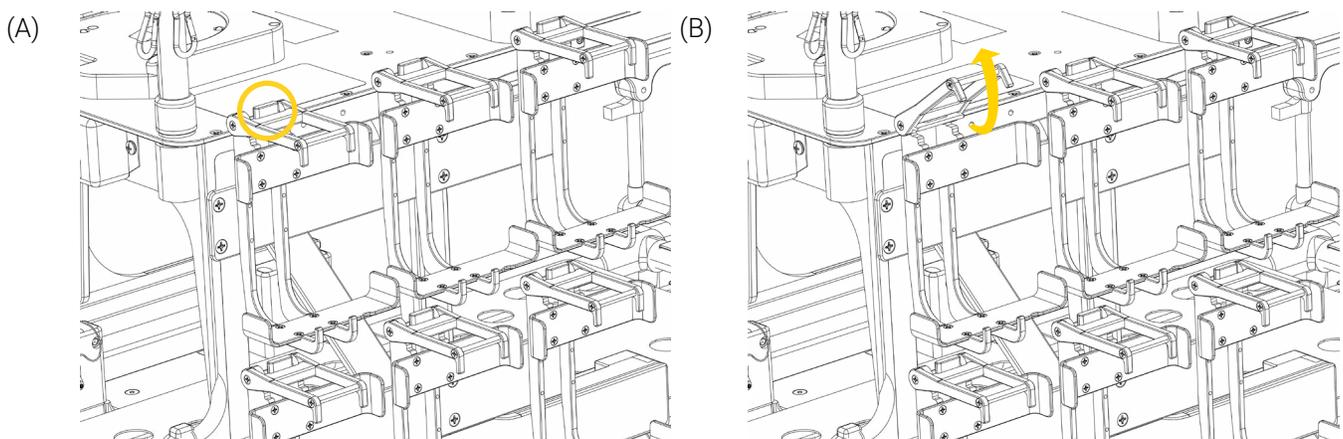

Figure 14: Ouverture du support de pompe
1. Tirer le mécanisme à déclenchement rapide du support de pompe vers l'avant (Figure 14 A), puis soulever la partie supérieure du support pour l'ouvrir (Figure 14 B).